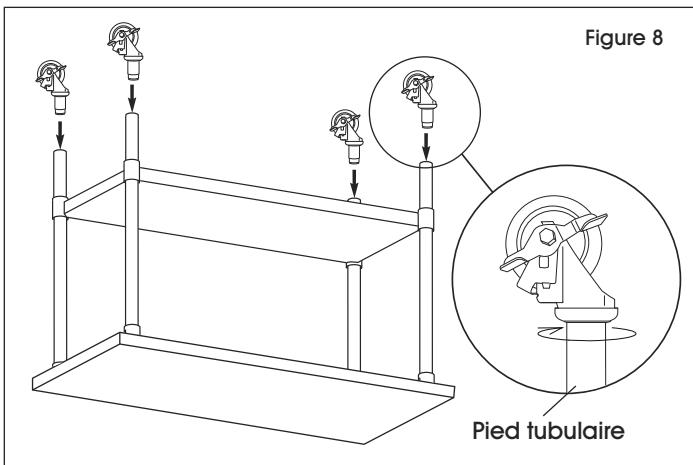

Figure 8
4. Une fois la roulette complètement insérée dans le montant, tournez-la dans le sens horaire jusqu'à ce qu'elle soit fixée au pied tubulaire. (Voir Figure 8)